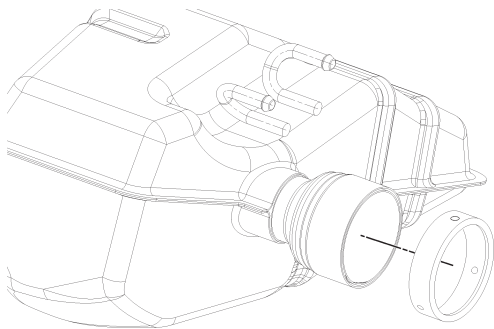

FIGURE 9
12. Encliqueter l'amortisseur de pare-chocs dans le carénage. Se reporter à la Figure 9.
14. Placez le bout d'échappement sur l'extrémité de l'échappement, placez un bloc de bois au-dessus de l'extrémité et utilisez un marteau pour frapper le bout sur l'échappement jusqu'à ce que le bout entre en contact avec la pipe d'échappement intérieure. Se reporter à la Figure 9.